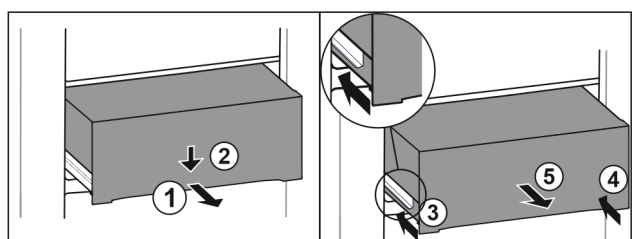

Fig. 166
- ▶ Schubfach halb herausziehen. Fig. 166 (1)
- ▶ Schubfach an der Vorderseite nach unten drücken. Fig. 166 (2)
- ▶ Linke Schiene etwa 2 cm einschieben. Fig. 166 (3)
- ▶ Rechte Schiene etwa 2 cm einschieben. Fig. 166 (4)
- ▶ Schubfach nach vorne entnehmen. Fig. 166 (5)